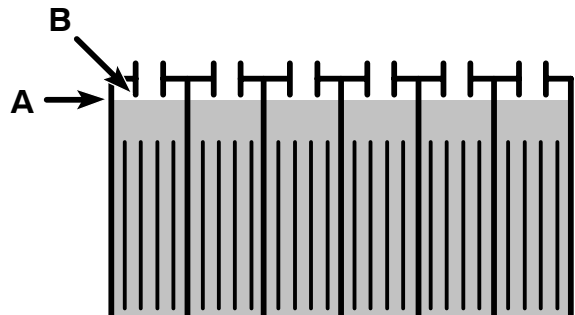

FIG. 36
8. Batteries plomb-acide : après le chargement, vérifiez le niveau d'électrolyte (A) des batteries. Le niveau doit se trouver environ à 1 cm du bord inférieur de l'orifice de remplissage (B) (Figure 36). Ajoutez de l'eau distillée si nécessaire. **NE REMPLISSEZ PAS TROP.**